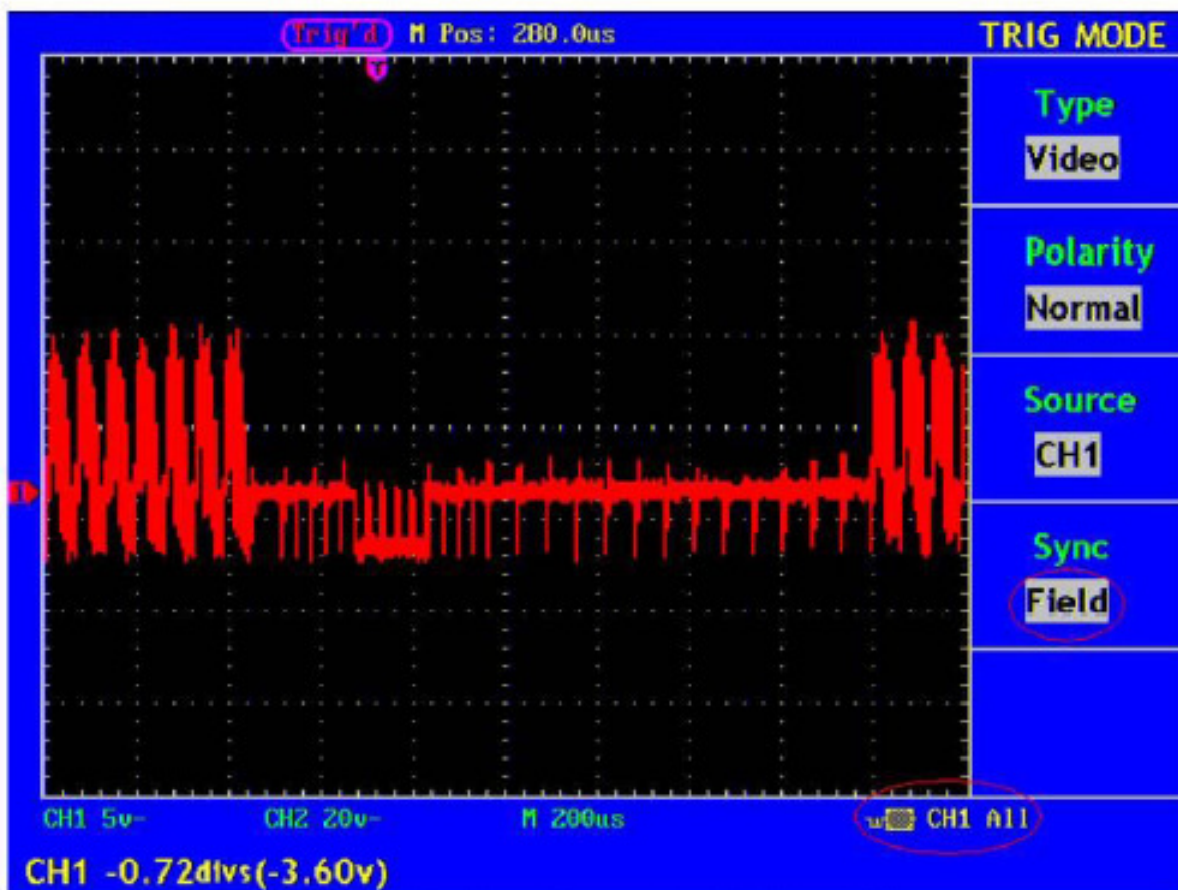

Abb. 34 Video-Wellenform getriggert im Modus "Field"
5. Drücken Sie die Menüauswahl taste **F4** und wählen Sie **Field** bei Sync. Die Anzeige auf dem Bildschirm ist wie in Abb. 34 gezeigt.